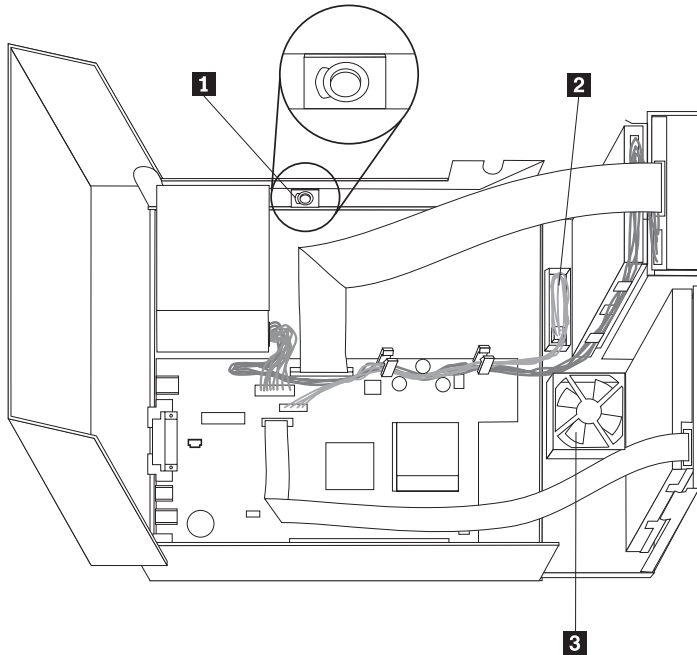

Figura 1. Coluna, ventoinha, conjunto de interruptor de alimentação e LED
4. Localize a coluna **1**. Consulte a secção Figura 1 na página 47.
5. Levante a patilha e faça deslizar o conjunto do interruptor de alimentação e LED **2** out. Consulte a secção Figura 1 na página 47.
2. Rode o conjunto do compartimento da unidade para cima para aceder ao conjunto da ventoinha **3**. Consulte a Figura 1 na página 47.